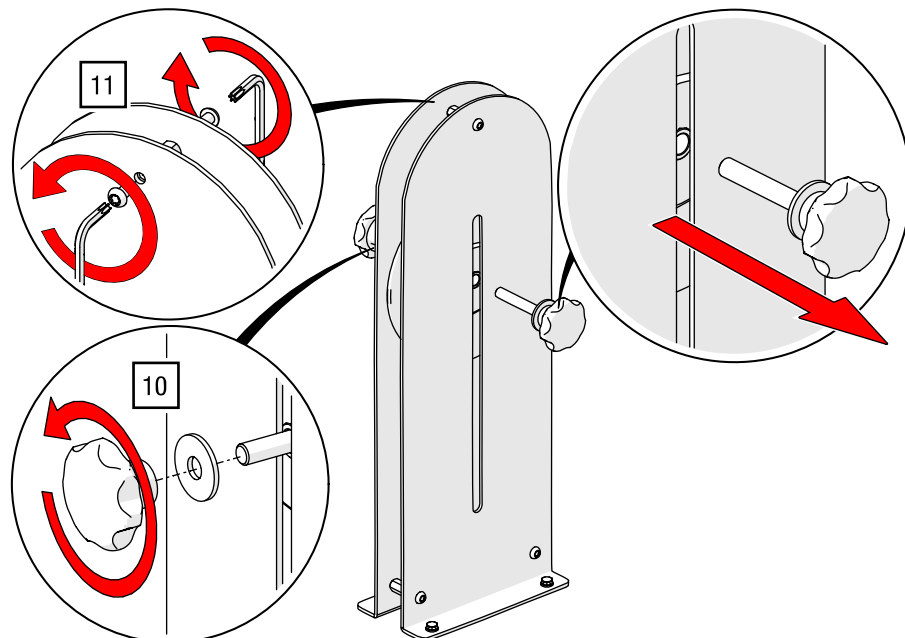

Abb. 121: Manueller Antrieb ROPE-DRIVE – Rolle an Hanfseil-Gegenspannrolle entfernen
10. Drehen Sie die Verschraubung der Hanfseil-Gegenspannrolle an den Sterngriffen auf, ziehen Sie die Achsschraube heraus und entnehmen Sie die Rolle (siehe Abb. 121).
11. Demontieren Sie die Langmutter oberhalb der Rolle, indem Sie die zwei Schrauben mit einem TORX®-Schlüssel T40 lösen (siehe Abb. 121).